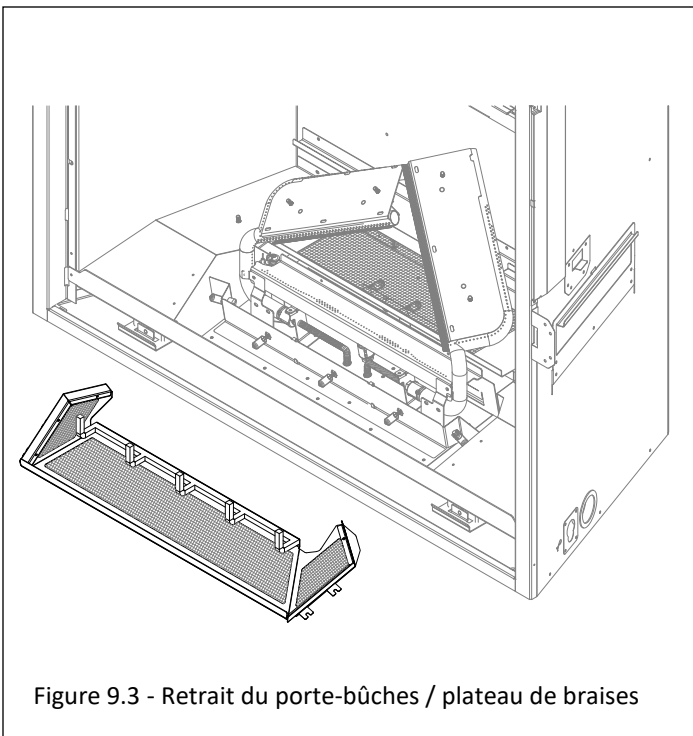
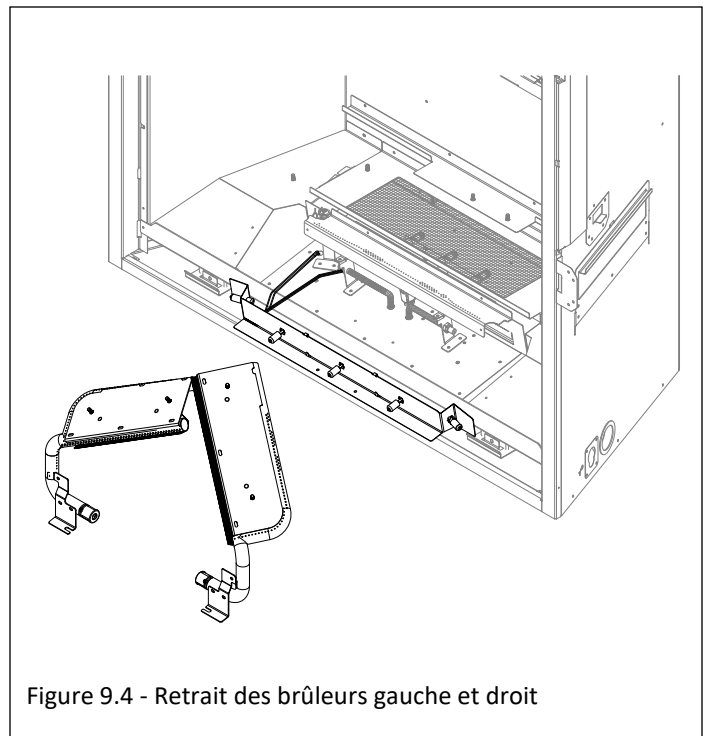

Figure 9.3 - Retrait du porte-bûches / plateau de braises
Figure 9.4 - Retrait des brûleurs gauche et droit
3. Retirez et conservez les (4) vis du support à bûches/plateau de support de braise. Soulevez le plateau et sortez-le de la chambre de combustion. Voir la figure 9.3.
4. Installez (5) ampoules halogènes (incluses dans le paquet de composants) dans les bases de lampe.
3. Retirez et conservez les (4) vis du support à bûches/plateau de supports. Soulevez le plateau et sortez-le de la chambre de combustion. Voir la figure 9.3.
4. Desserrez les (2) écrous de 7/16 po pour les brûleurs gauche et droit. Retirez les brûleurs. Voir la figure 9.4.
1. Retirez la cantonnière du foyer. Retirez et conservez les (4) vis du support à bûches/bac à braises. Soulevez le plateau et sortez-le de la chambre de combustion. Voir la figure 9.3. Desserrez (2) écrous de 7/16 po pour les brûleurs gauche et droit. Retirez les (2) vis à tôle qui fixent les brûleurs gauche et droit au brûleur arrière. Retirez les brûleurs. Voir la figure 9.4.